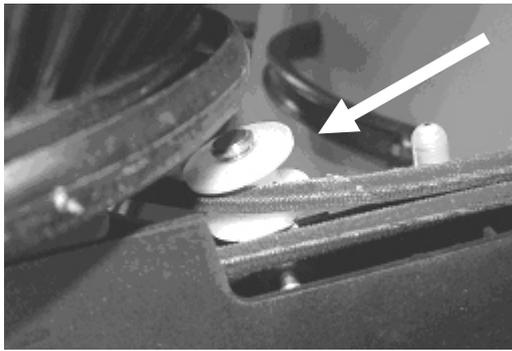

Fig. 4
- Croiser la courroie du bras de brosse et la passer autour de la roue arrière droite. Les deux côtés de la courroie doivent passer du même côté du guide de courroie (indiqué par une flèche en Fig 4)